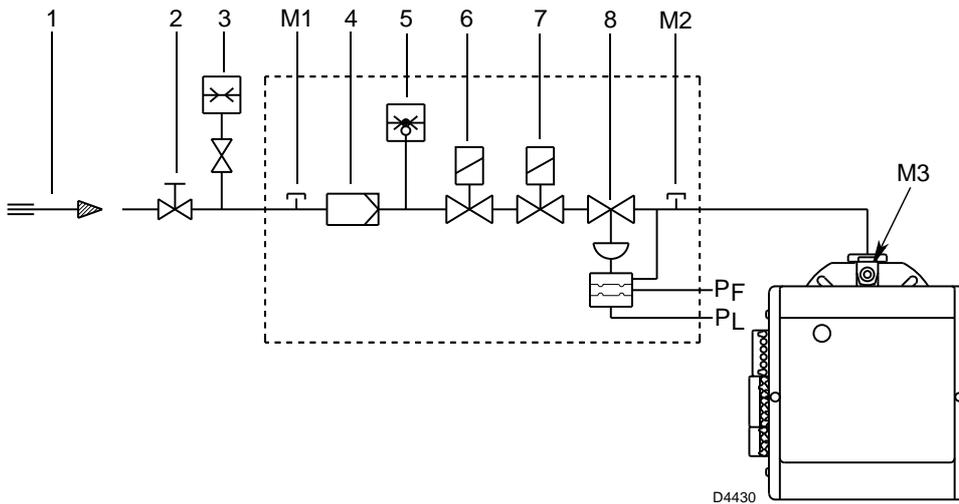

Abb. 14
Zeichenerklärung (Abb. 14)
Gasdruck, gemessen am Anschluss M3)(Abb. 14) unter folgenden Bedingungen:
- vom Gasdruck am Anschluss M3)(Abb. 14) den Druck in der Brennkammer abziehen.
$$\begin{aligned} \text{Gasdruck am Anschluss M3)(Abb. 14)} &= 10 \text{ mbar} \\ \text{Druck in der Brennkammer} &= 2,2 \text{ mbar} \\ 10 - 2,2 &= 7,8 \text{ mbar} \end{aligned}$$
Um stattdessen den am Anschluss M3)(Abb. 14) notwendigen Gasdruck zu ermitteln, nachdem die höchste Modulationsleistung festgelegt wurde, bei der der Brenner arbeiten soll:
- Rechts, in Spalte 1, den Druck am Anschluss M3)(Abb. 14) ablesen.